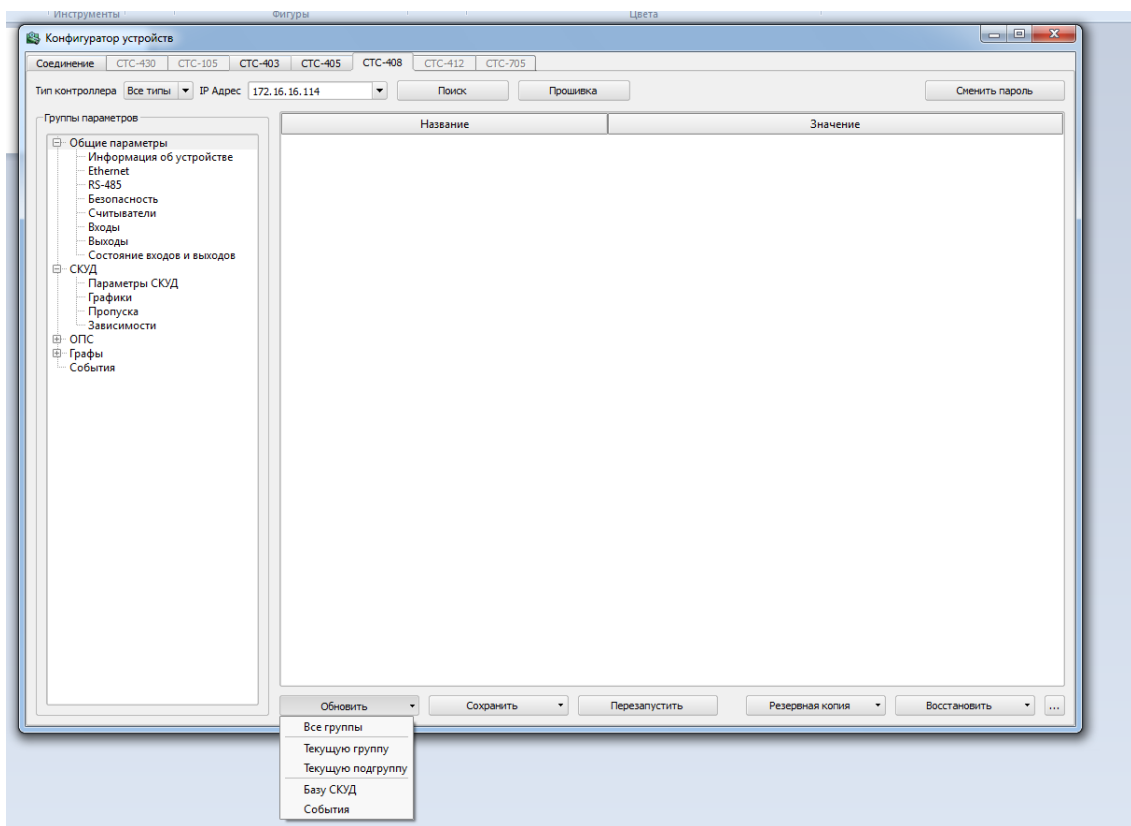

Рисунок 8
– «Обновить» – данная кнопка позволяет выгрузить из контроллера данные всей группы, текущей выделенной группы или текущей выделенной подгруппы, а так же базу данных СКУД и журнал событий (рисунок 8);